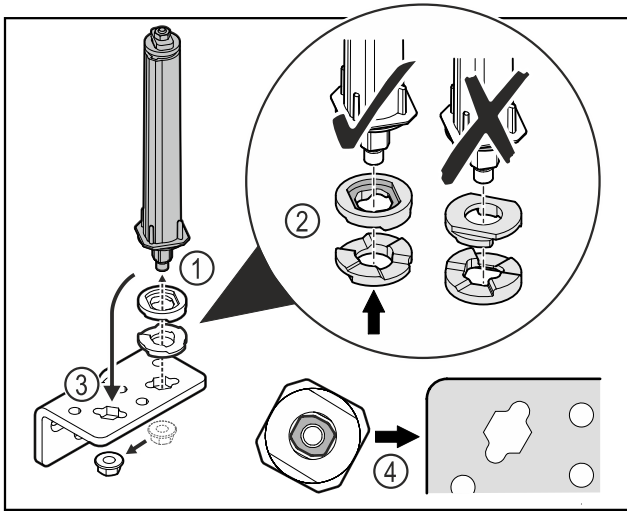

Fig. 23
- Oldja ki az anyát, és távolítsa el az ajtózáro rendszert Fig. 23 (1).
- Ügyeljen a magasságállító alátétek helyes beigazítására Fig. 23 (2).
- Helyezze át az ajtózáro rendszert a zsanéridombban, és rögzítse az anyával Fig. 23 (3).
- Behelyezéskor ügyeljen az ajtózáro rendszer helyes beigazítására Fig. 23 (4).